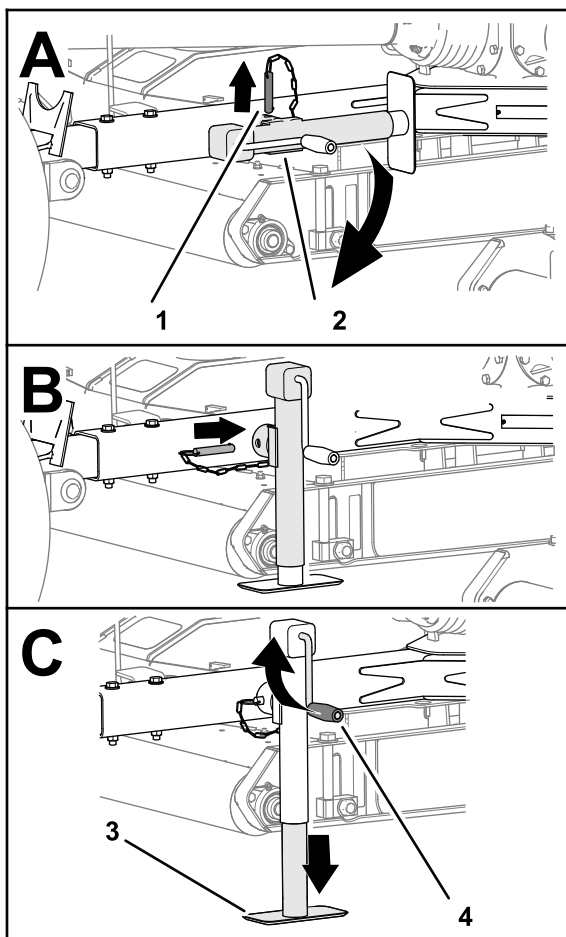

Рисунок 23
3. Извлеките штифт и поверните домкрат буксировочной штанги вертикально (Рисунок 23).
4. Совместите отверстие в буксировочной штанге с отверстием в домкрате (Рисунок 23).
5. Вставьте штифт в отверстия буксировочной штанги и домкрата (Рисунок 23).
2. Вращайте рукоятку домкрата так, чтобы полностью поднять опорную плиту домкрата; см. Рисунок 23 в разделе Удерживание газонокосилки на домкрате \(страница 18\).